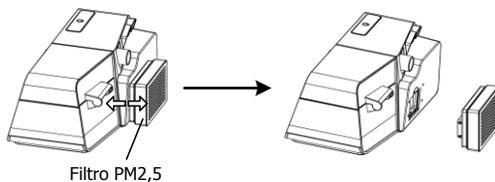

Fig. 18-6
- (3) Mude o filtro de ar e a tampa do filtro para o filtro PM_{2,5}, conforme mostrado na Fig. 18-6.